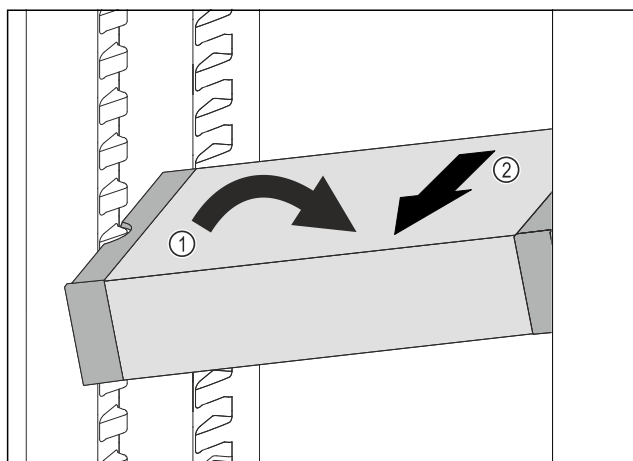

Fig. 90
- VarioSafe postavte v chladničce šikmo. Fig. 90 (1)
- VarioSafe odeberte směrem dopředu. Fig. 90 (2)